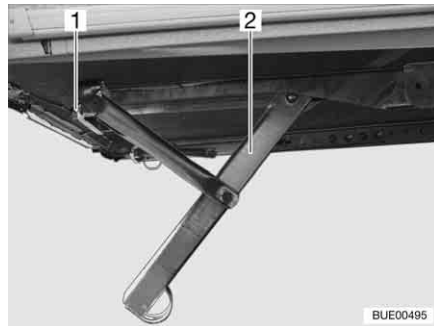
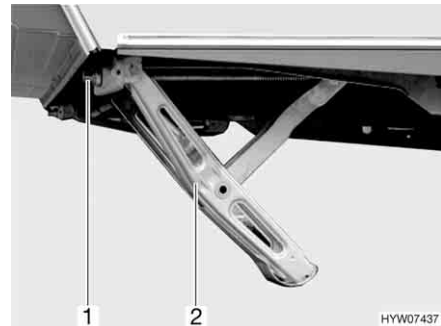

Bild 20 Vevstöd nedvevat (variant 1)
Bild 21 Vevstöd nedvevat (variant 2)
- Sätt den medföljande handveven mot sexkanten (Bild 20,1 resp. Bild 21,1) på vevstödet (Bild 20,2 resp. Bild 21,2).